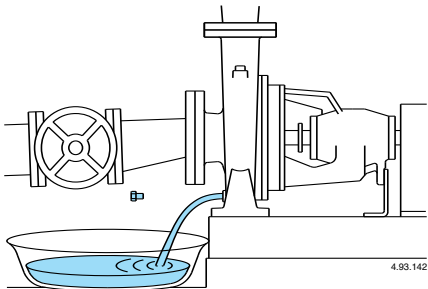

Fig. 9 Vidange.
**ATTENTION : en cas d'arrêt prolongé, vidanger complètement la pompe en cas de risque de gel (voir fig. 9).**
Avant tout démontage, fermer les vannes d'aspiration et de refoulement et vidanger le corps de pompe (voir fig. 9).